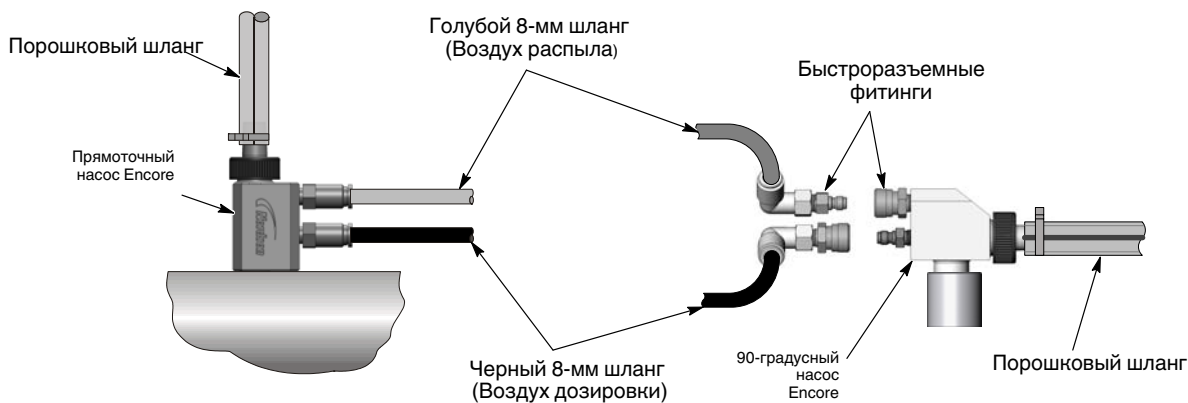

Рис. 3-9 Подсоединение насоса
3. См. рис. 3-9. Подсоединить пневмошланги к фитингам насоса.